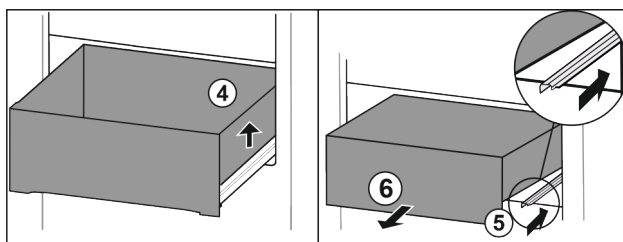

Fig. 114
- ▶ Ridicați sertarul din dreapta. Fig. 114 (4)
- ▶ Inserați șina din dreapta. Fig. 114 (5)
- ▶ Extrageți sertarul spre înainte. Fig. 114 (6)